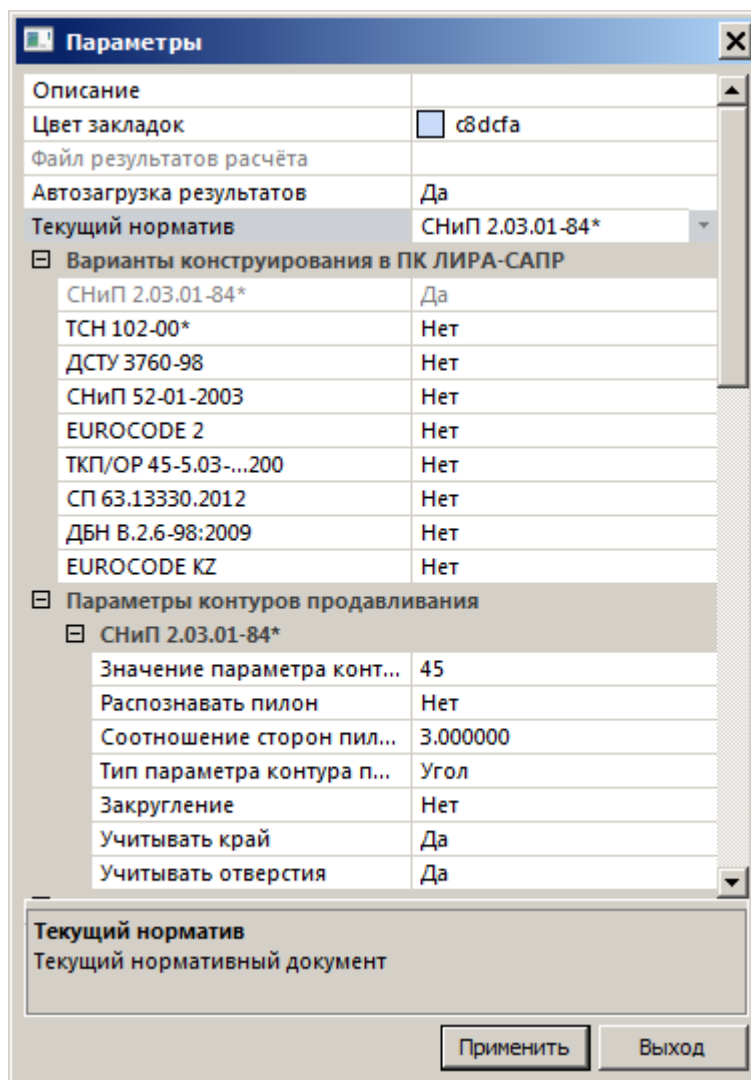

Рис.23.2. Диалоговое окно **Параметры**
- В этом диалоговом окне убедитесь, что в качестве текущего норматива выбран **СНиП 2.03.01-84\***. Остальные параметры оставьте по умолчанию (рис.23.2).